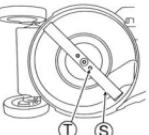

Рис. 19.
3 Убедитесь, что болты крепления (T) ножа затянуты с указанным моментом затяжки. (См. рис. 19.)
3 Убедитесь, что болты (T) крепления ножа затянуты с указанным моментом затяжки. (См. рис. 19.)